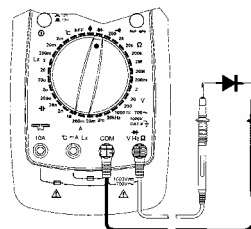

Рисунок 12
- (1) Вставьте штекер черного щупа в гнездо **COM**, а красного в гнездо **▶**.
- (2) Установите поворотный переключатель в положение **▶**. Подключите щупы, как показано на рис. 12.
- (3) Типичное падение напряжения для кремниевого диода должно быть около 0.6 В и германиевого – около 0.3 В.
- (4) При обратном подключении диода к щупам прибор должен показывать на дисплее только символ "0L".
- (5) Прочитайте на ЖК-дисплее показание результата измерения.